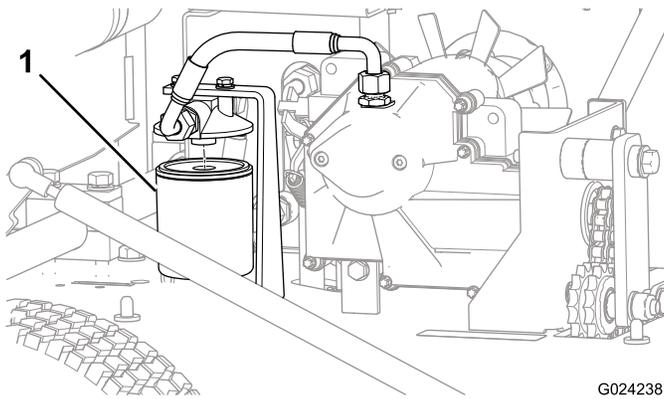

Figure 35
5. Placez un bac de vidange sous le filtre et enlevez le filtre (Figure 35).